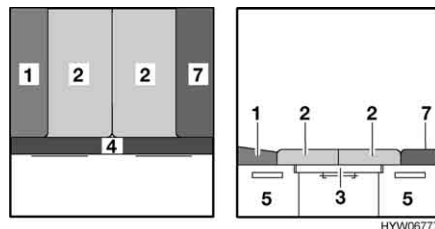

Bild 109 Nach dem Umbau
- Die beiden Sitzpolster (Bild 109,2) in die Mitte legen.
- Das linke Rückenpolster (Bild 109,1) zwischen das Sitzpolster und die Wand schieben.
- Das Zusatzpolster (Bild 109,7) zwischen das Sitzpolster und die Wand schieben.
- Das Zusatzpolster (Bild 109,4) auf die Bettkasten-Verlängerung legen.